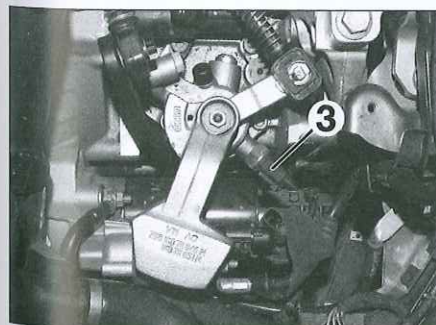

Fig. 2
- Desmontar el contactor de luces de marcha atrás (3) (Fig.2).